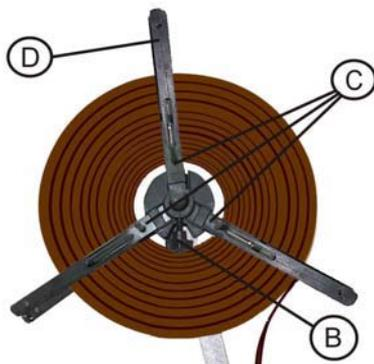

Fig.2
- A) Allentare la manopola B, (Fig. 2), e togliere il coperchio del caricatore.